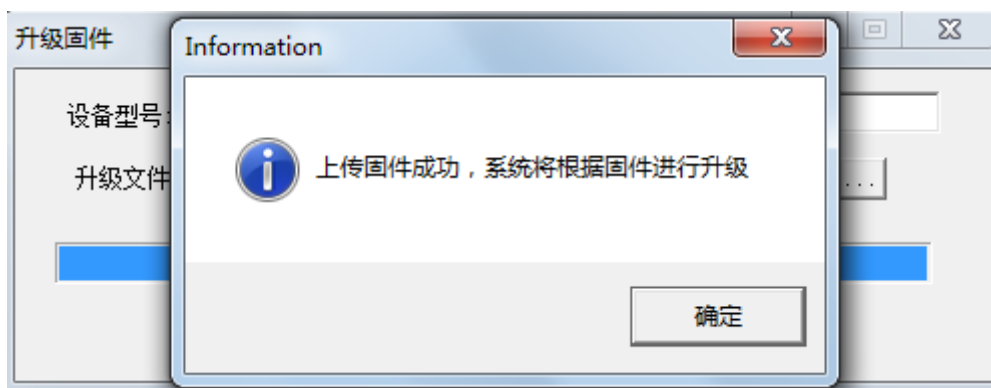

图 6.17 固件升级完成
4. 大约十五秒种后，固件即可升级完成，如图 6.17 所示。